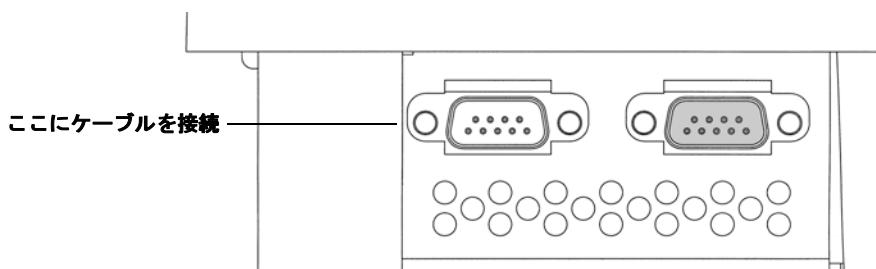

図25 ケーブルを接続する
- 4 トレイの裏面までケーブルを這わせ、それをバーコードのコンセントに接続します。2本の固定ネジを締めます。図25を参照してください。